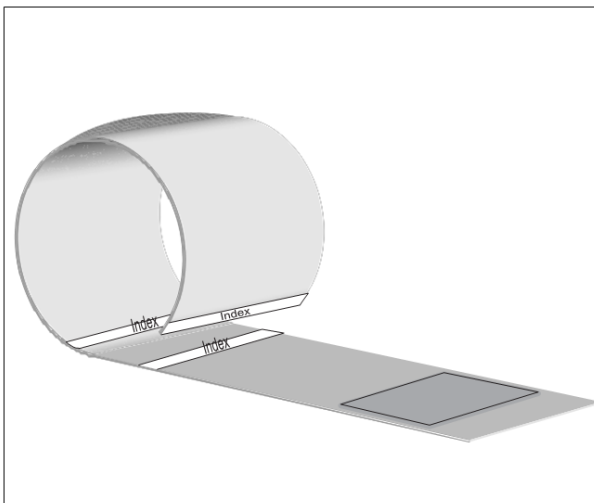

Bild 4-2 Anlegen der Manschette
- sich beim Schließen die gestrichelte, weiße Linie am Manschettenende innerhalb der beiden gestrichelten Linien mit dem Symbol Index befindet (andernfalls andere Manschettengröße wählen, Bild 4-2),